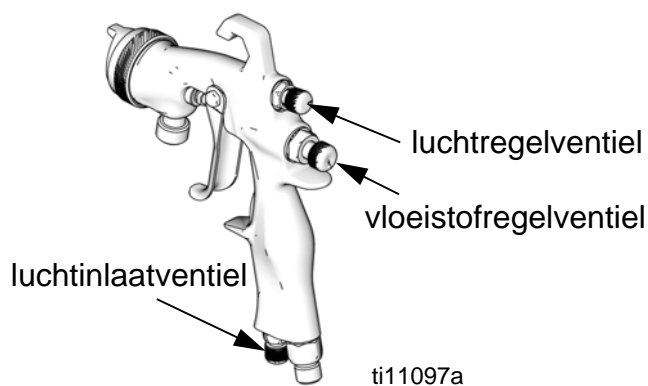

FIG. 3
2. Open het luchtregelventiel door deze geheel linksom te draaien. Dit geeft het breedste waaierspatroon. Zie FIG. 3.
3. Om een rond patroon te krijgen, sluit u de patroonlucht af door het luchtregelventiel geheel rechtsom te draaien. Zie FIG. 3.